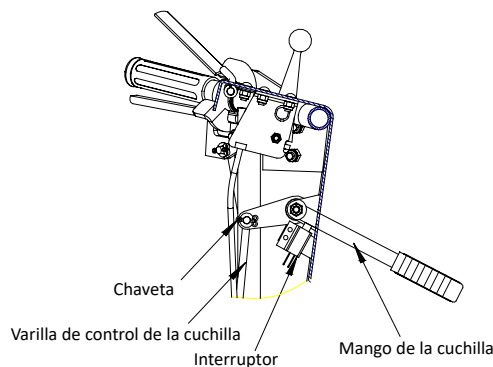

FIG 15.
- El mango de la cuchilla debe estar en posición de enganche. La manija debe comprimir el presostato al menos 5 mm, de lo contrario se debe ajustar la longitud de la varilla. Para cambiar la longitud de la varilla, retire la chaveta del conjunto superior de la varilla de control de la cuchilla. Retire la varilla del orificio del soporte de la palanca. Gire la varilla hasta alcanzar la longitud deseada para comprimir correctamente el interruptor. Vuelva a instalar la varilla en el orificio del soporte de la palanca y añada la chaveta. (Ver FIG 15)